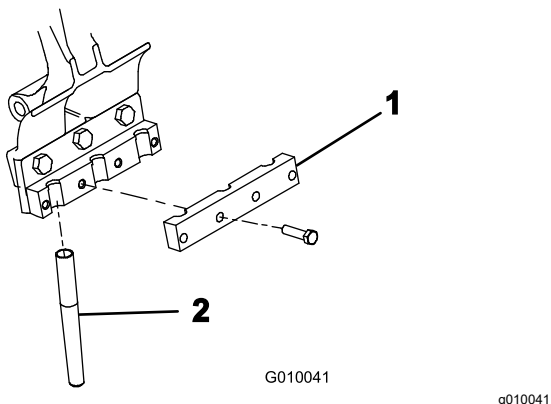

图 24
5. 用 4 个螺栓 $\frac{3}{8} \times 1\frac{1}{2}$ 英寸将打孔针夹具松松地固定到各个打孔针夹头上图 24。切勿将螺栓拧得过紧。